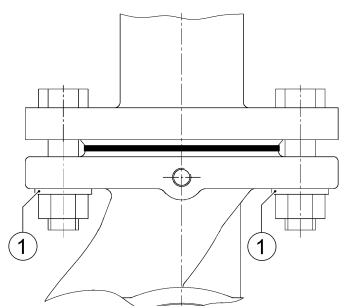

Fig. 12: Montaje con brida combinada
- Es indispensable utilizar las arandelas suministradas entre la cabeza de tornillo/cabeza de tuerca y la brida combinada (fig. 12, pos. 1).